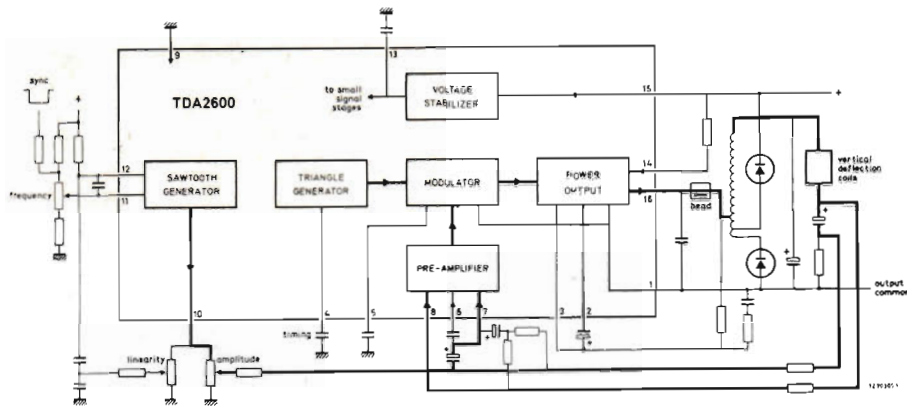

Fig 6. TDA 2600 är en ny vertikalavböjningskrets av "switch-mode-typ".
**TDA 2600** (se *fig 6*) och **TDA 2650** är två kretsar för vertikalavböjningssteg. *TDA 2650* är av konventionell typ och kan lämna 4 A t-t avböjningsström, *TDA 2600* är av switchmode typ, där 50 Hz-sågtanden alstras av ett pulsbreddsmodulerat pulståg med frekvensen 85 kHz. Sågtanden erhålls genom att pulståget får passera ett lågpasfilter, som undertrycker omkopplingsfrekvensen. Kretsen innehåller en sågtandsgenerator, vars utsignal modulerar signalen från en triangelgenerator. För båda kretstyperna gäller att frekvens-, amplitud- och linjäritetsinställningarna är oberoende av varandra.